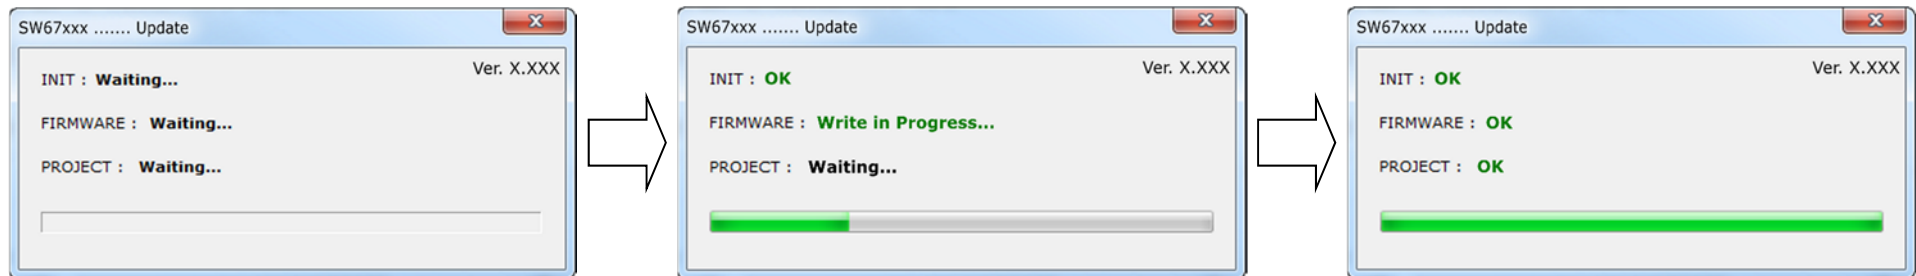

Abb. 12: Updatevorgang
- ➔ Nach erfolgreichem Updatevorgang (siehe Abb. 12), läuft das Gerät automatisch mit den neuen Parametern im RUN-Modus weiter.